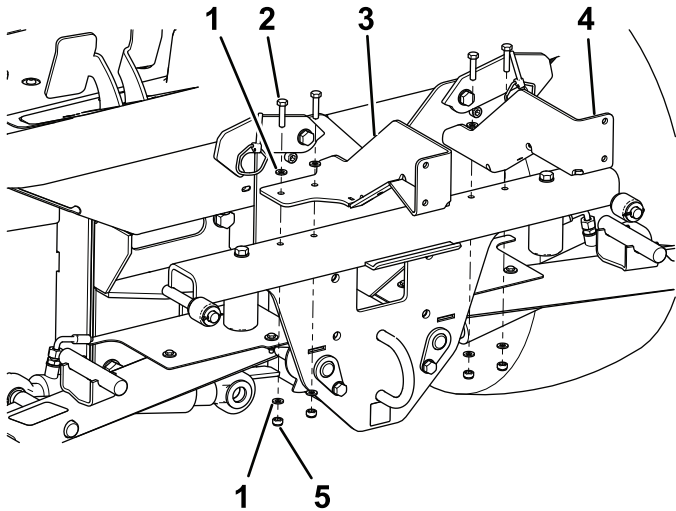

Bild 18
2. Befestigen Sie die linken und rechten Lampenstützen mit vier Schrauben (8 mm x 35 mm), acht Scheiben (8 mm) und 4 Sicherungsmuttern (8 mm), wie in Bild 18 abgebildet.